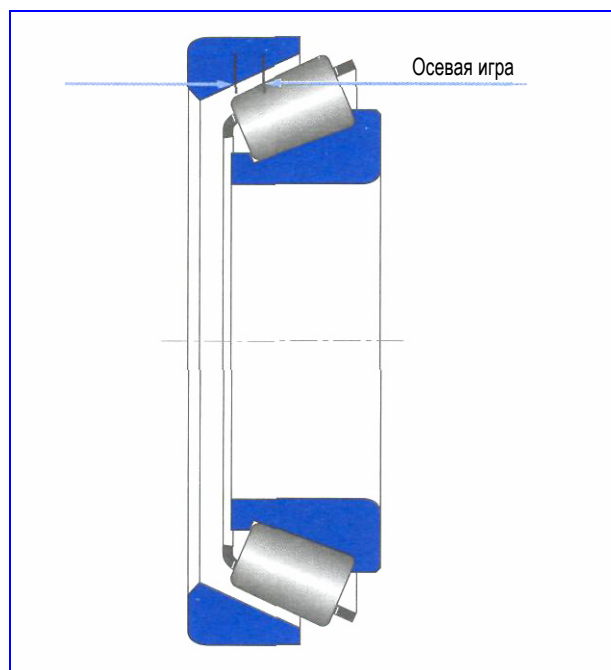

Рис. 4-12
- Осевая игра - осевой зазор между роликами и дорожками качения, следствием наличия которого является заметное аксиальное смещение вала - сначала в одном, затем в противоположном направлении (при колебаниях или вращении вала) - под действием незначительного осевого усилия (рис. 4-12).